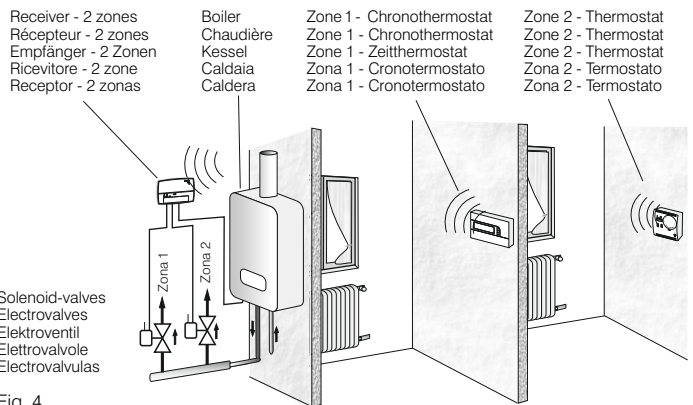

Fig. 4
**B) Impianto 2 zone** (fig. 4) - composto da: